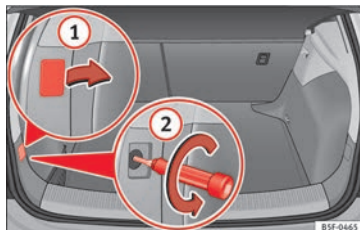

Fig. 217 Coffre à bagages : position de la vis de fixation pour le feu arrière.
- Enlevez le cache à l'aide du tournevis à tête plate au niveau de l'évidement » fig. 217 ①.
- Desserrez la vis qui se trouve derrière dans le sens contraire des aiguilles d'une montre (flèche) » fig. 217 ② à l'aide d'un tournevis et retirez-la avec précaution.